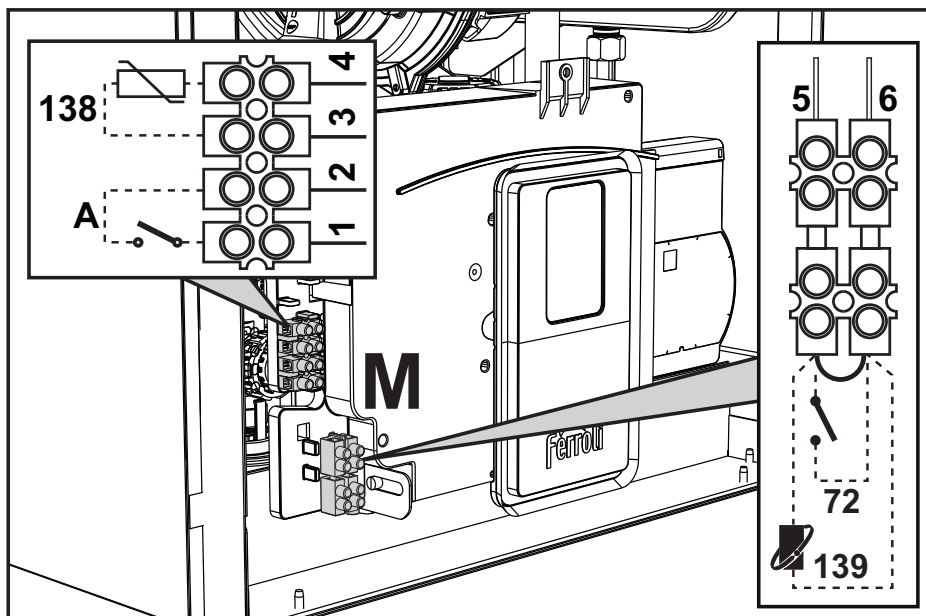

fig. 29
După ce ați scos panoul frontal ("Deschiderea panoului frontal" de la pagina 194) veți putea avea acces la borne. **Bornele nr. 1-2 și 5-6, indicate în fig. 29, trebuie să aibă contactele curate (nu 230 V).** Dispunerea bornelor pentru diferitele conexiuni este indicată și în diagrama electrică din fig. 81.
2.5.5 Configurarea întrerupătorului ON/OFF (det. A din fig. 29)